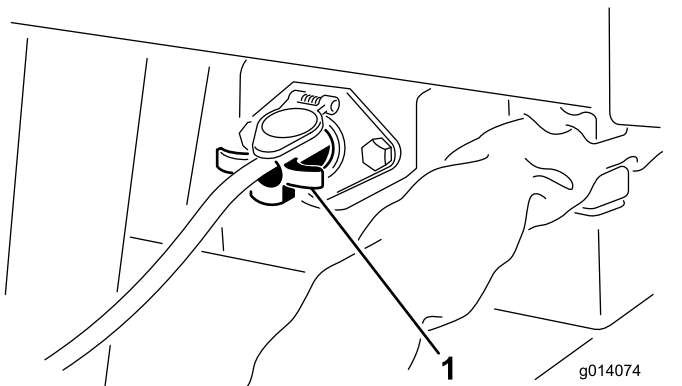

Bild 9
4. Stecken Sie an SH-Modellen den Ein/Aus-Schalter am Bedienfeld (4-Phasen-Ende) in die Steckdose Anschluss vorne links an der Maschine (Bild 9).